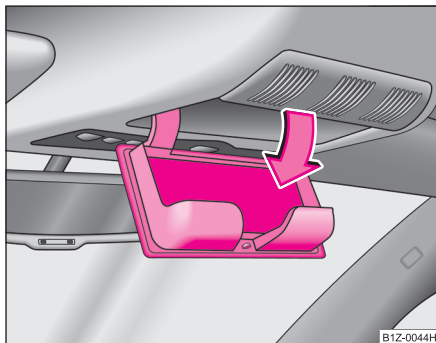

Fig. 83 Detalle del revestimiento interior del techo: Compartimento guardagafas
- Presione la tapa del compartimento guardagafas; éste se abrirá hacia abajo ⇒ fig. 83.